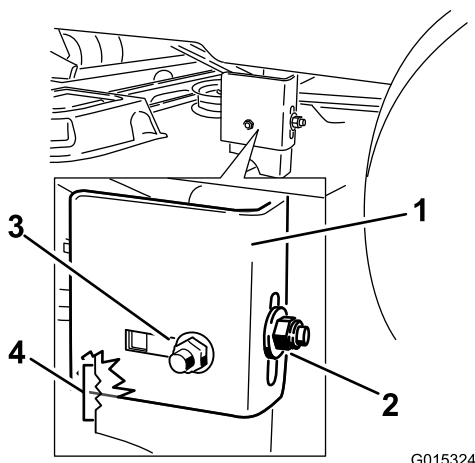
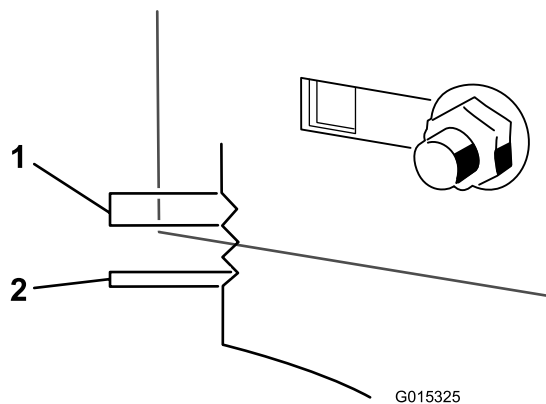

Figura 54
Figura 55
8. Solte a porca de bloqueio traseira no suporte de suspensão (Figura 54).
9. Solte a porca de bloqueio lateral no suporte de suspensão o suficiente para o suporte ser ajustado (Figura 54). Utilize os entalhes no suporte soldado para medir a quantidade de ajuste. Cada superfície de entalhe é equivalente a 0,25 polegadas, enquanto que um só lado tem 0,125 polegadas (Figura 55). Ajuste a altura da plataforma de corte para a altura desejada.
10. Pare a plataforma na posição ajustada e aperte a porca de bloqueio lateral no suporte de suspensão para manter a nova posição (Figura 54). Aperte a porca de bloqueio traseira ao suporte de suspensão.